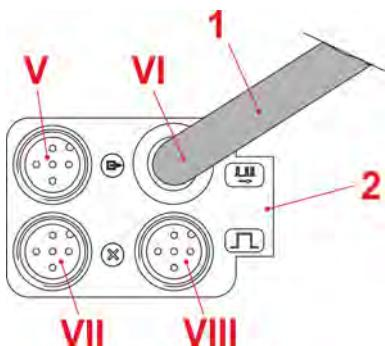
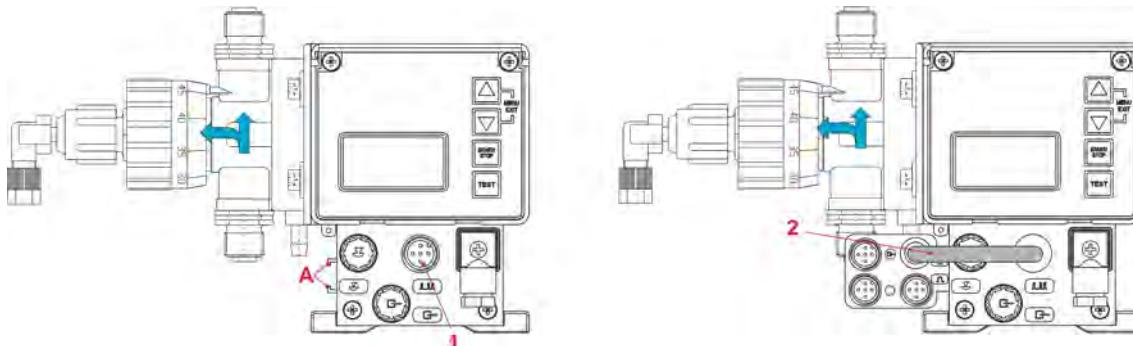

Abb. 22: Dongle-Box
Abb. 23: Montage von Dongle-Box bzw. Micro-Flow-Box
1. Montieren Sie die Dongle- Box bzw. die MicroFlow- Box (Abb. 22) an der dafür vorgesehenen Schiene der EMP-Pumpe (Abb. 23, Pos. A).
2. Schieben Sie die Dongle- Box bzw. die MicroFlow- Box (Abb. 22) in die Schiene auf der linken Seite der EMP Pumpe (Abb. 23, Pos. A), bis diese einrastet.
3. Schließen Sie das Verbindungskabel (Abb. 22, Pos. 1 und auf Seite 48, Pos. 2) am Eingang für Impuls / Normsignal (Abb. 23, Pos. 1) an.
Ist vor der Erweiterung durch eine Dongle- Box bzw. eine MicroFlow- Box am Eingang für Impuls / Normsignal (Abb. 23) ein Stecker angeschlossen, so kann dieser nach der Erweiterung an Stecker VIII (Abb. 22) der Dongle- Box bzw. der MicroFlow- Box angeschlossen werden.